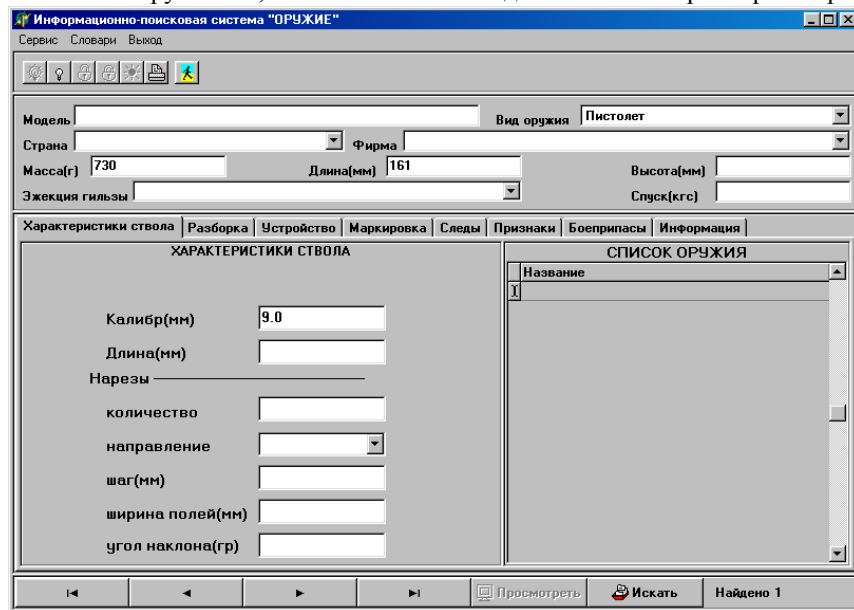

Рис. 11
- в режиме поиска ввести массу, длину и вид оружия, а в окне данных **Характеристики ствола** – калибр ствола (рис. 11);